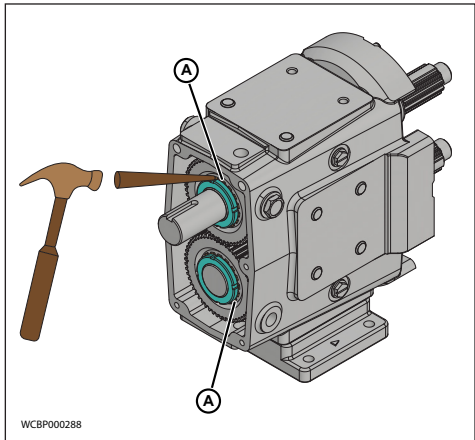

Figure 94 - Pliage de la languette de verrouillage
7. Pliez la languette de verrouillage (figure 94, élément A) des rondelles de blocage dans les fentes de l'écrou de blocage, pour fixer le contre-écrou de l'engrenage en place.